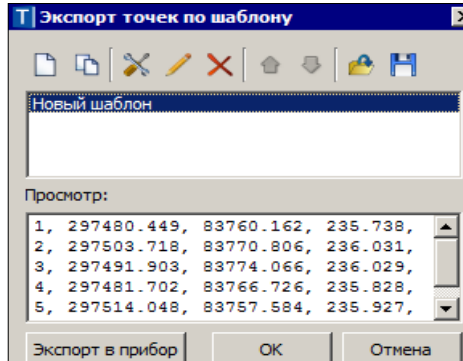

Рис. 10.14
**Экспорт точек по шаблону** (рис. 10.14).